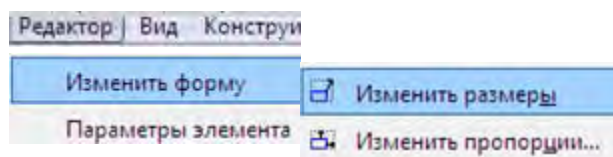

Рис. 43
10. Выберите команду **Редактор > Изменить форму > Изменить размеры** (рис. 43).